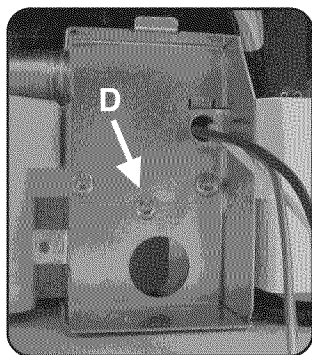

Figure 14/Illus. 14
- 2) Remove the strain relief plate by removing the screw at the back of the junction box, as shown in Figure 14, letter D and sliding the strain relief plate out.
- 2) Retirer la plaque de réducteur de tension en enlevant la vis à l'arrière de la boîte de jonction, comme à la figure 14, lettre D et en faisant glisser la plaque vers l'extérieur.
- 2) Quite la placa de alivio de presión por medio de extraer el tornillo de la parte trasera de la caja de conexiones, como muestra la flecha D en la Ilustración 14, y deslizar la placa de alivio de presión hacia afuera.